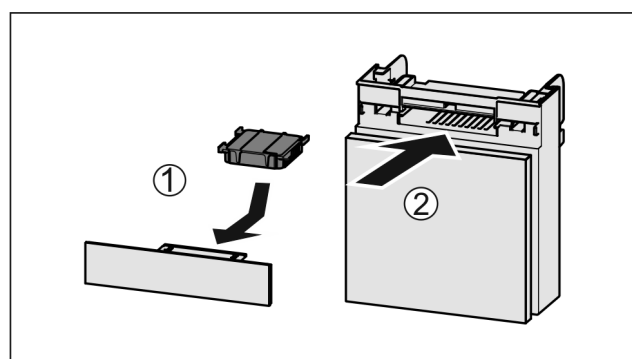

Fig. 68
- Filtr s aktivním uhlím vložte podle vyobrazení Fig. 68 (1).
- Zásuvku zasuňte Fig. 68 (2).